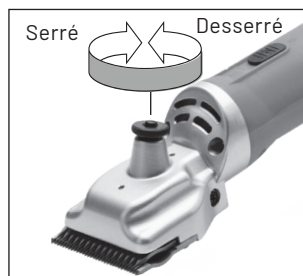

Fig. 1
2. Pour régler les lames, serrez la vis de réglage (2) jusqu'à ce que la première résistance se fasse sentir (Fig. 1).